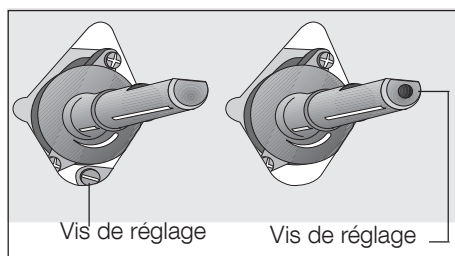

Fig. 8
4. La vis de réglage du débit réduit de chaque brûleur est située sur le corps du robinet (Fig. 8).